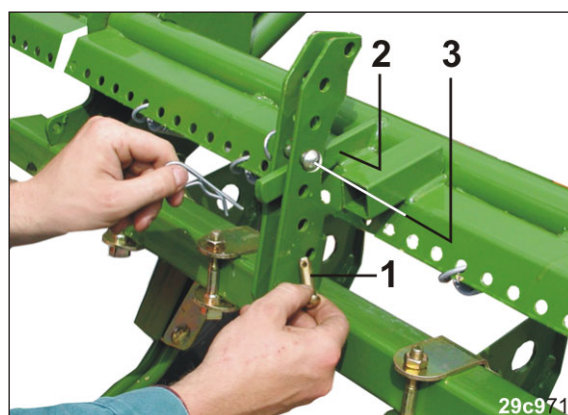

Fig. 193
- 1.3 Introduceți un bolț (Fig. 193/3) într-un orificiu deasupra pârgșiei (Fig. 193/2) și asigurați cu un șplint.
- 2.3 Introduceți bolțul (Fig. 193/1) într-un orificiu sub pârgșia (Fig. 193/2) și sigurați cu un șplint.